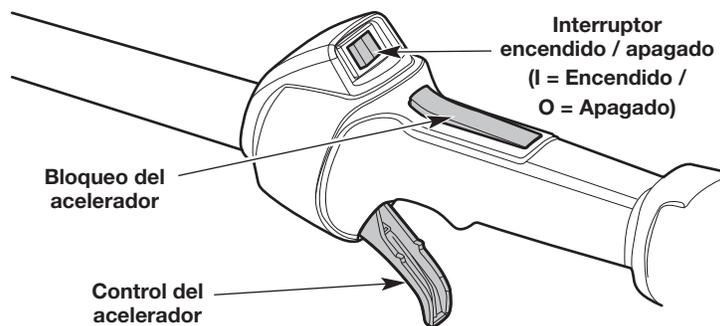

Fig. 9
**NOTA:** No es necesario encender la unidad. El interruptor de encendido/apagado está en la posición **Encendido (I)** en todo momento (Fig. 9).
**NOTA: NO apriete el control del acelerador (Fig. 9) hasta el paso 6.**
6. Oprima y mantenga apretado el bloqueo del acelerador (Fig. 9). Apriete el control del acelerador según sea necesario para el funcionamiento (Fig. 9).
2. Oprima y mantenga apretado el interruptor de encendido/apagado en la posición **Apagado (O)** hasta que el motor se pare por completo (Fig. 9).
**NOTA:** No hay necesidad de encender la unidad. El interruptor de Encendido/Apagado debe estar en la posición **Encendido (I)** en todo momento (Fig. 9).
**NOTA: NO apriete el control del acelerador (Fig. 9) hasta el paso 8.**
8. Oprima y mantenga apretado el bloqueo del acelerador (Fig. 9). Apriete el control del acelerador según sea necesario para el funcionamiento (Fig. 9).